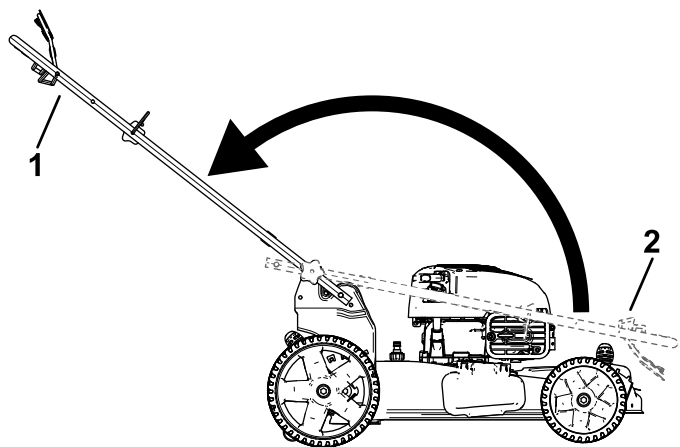

Figura 5
3. Despliegue el manillar hacia atrás a la posición de trabajo (Figura 5).